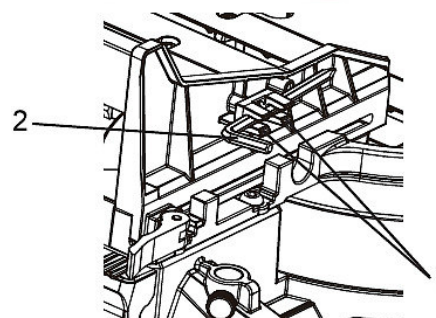

Abb. 13: Sägeblattsteckschlüssel
7.8 Sägeblattsteckschlüssel (Abb. 13)